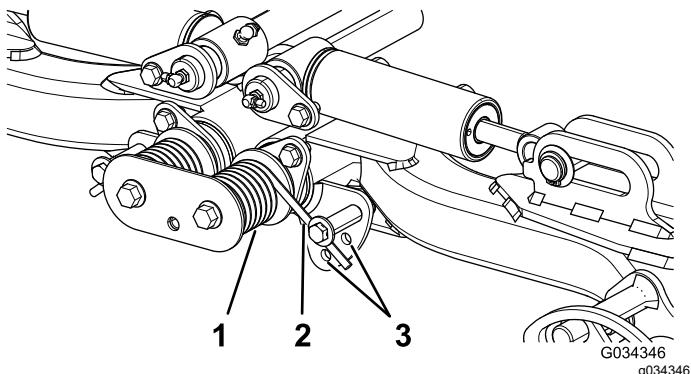

Figura 38
- Coloque un tubo u otro objeto similar sobre el extremo largo del muelle para aliviar la tensión durante el ajuste (Figura 38).
- Para aliviar la tensión del muelle, retire el perno y la contratuerca que sujetan el actuador del muelle al soporte (Figura 38).